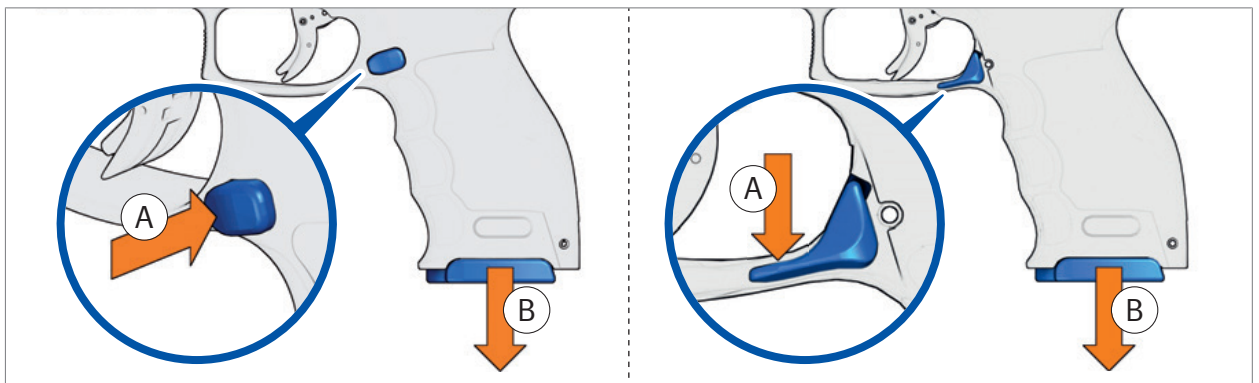

Abb. 46: Magazin entnehmen
2. Magazinhalter drücken (Abb. 46).
3. Magazin entnehmen (Abb. 46).